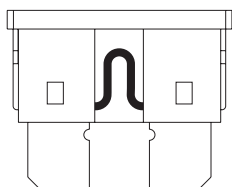

Figure 20. Fusible correct
- Examinez le pour vérifier s'il est brûlé. Voir les figures 20 et 21.